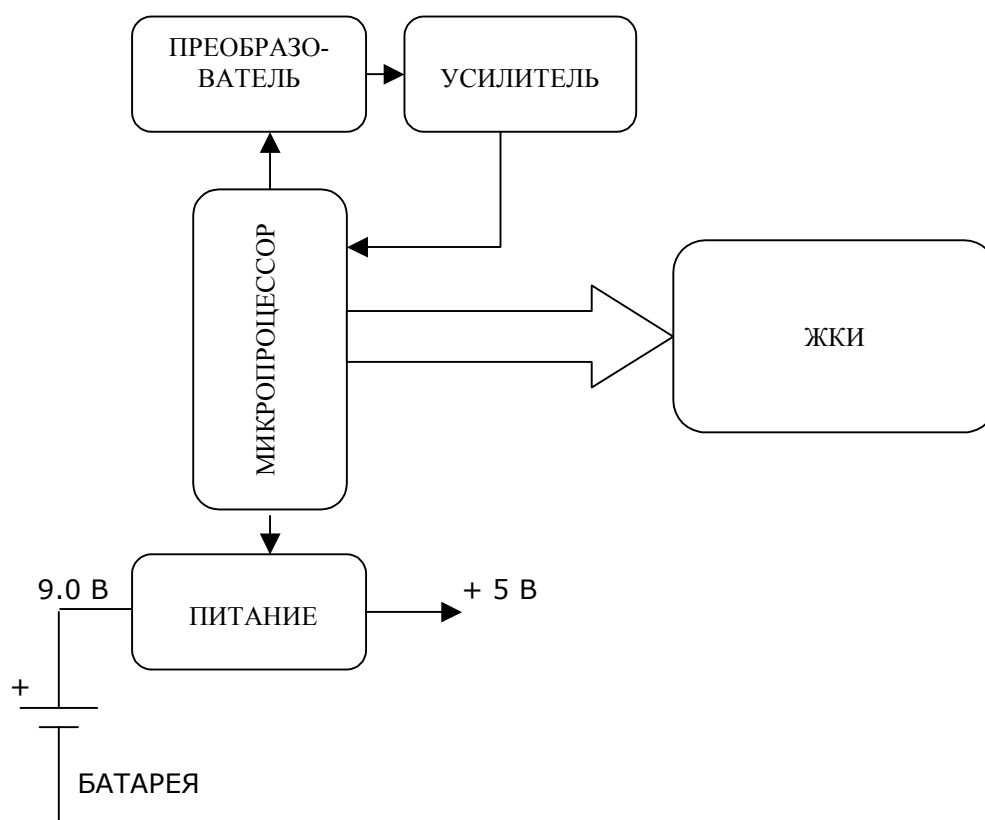

Рис. 1
4.1. Блок схема толщиномера представлена на рис. 1.